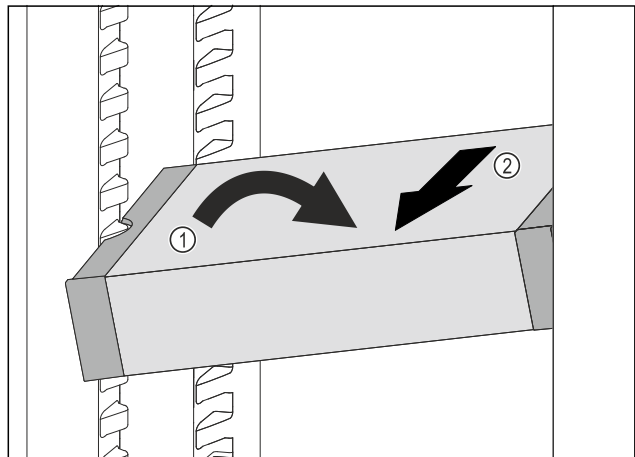

Fig. 168
- VarioSafe im Kühlteil schräg stellen. Fig. 168 (1)
- VarioSafe nach vorne entnehmen. Fig. 168 (2)